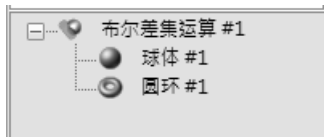

图 2-72 布尔差集运算结构历史进程
- 1) 打开练习 (2.4.2_3) 中的文件，选中“布尔差集运算#1”对象，观察此时该对象的结构历史进程，如图 2-72 所示。